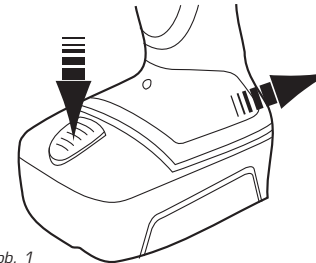

Abb. 1
1. Versichern Sie sich vor dem Entnehmen, dass der Rechts-/Links-Umlaufschalter (8) in mittlerer Position ist (beachten Sie dazu den Abschnitt „9.3 Rechts-/Links-Umlaufschalter“).
2. Drücken Sie auf die Akku-Entriegelungstaste (10), halten Sie diese in Position und ziehen Sie das Elektrowerkzeug vom Akku-Pack (9) ab (Abb. 1).